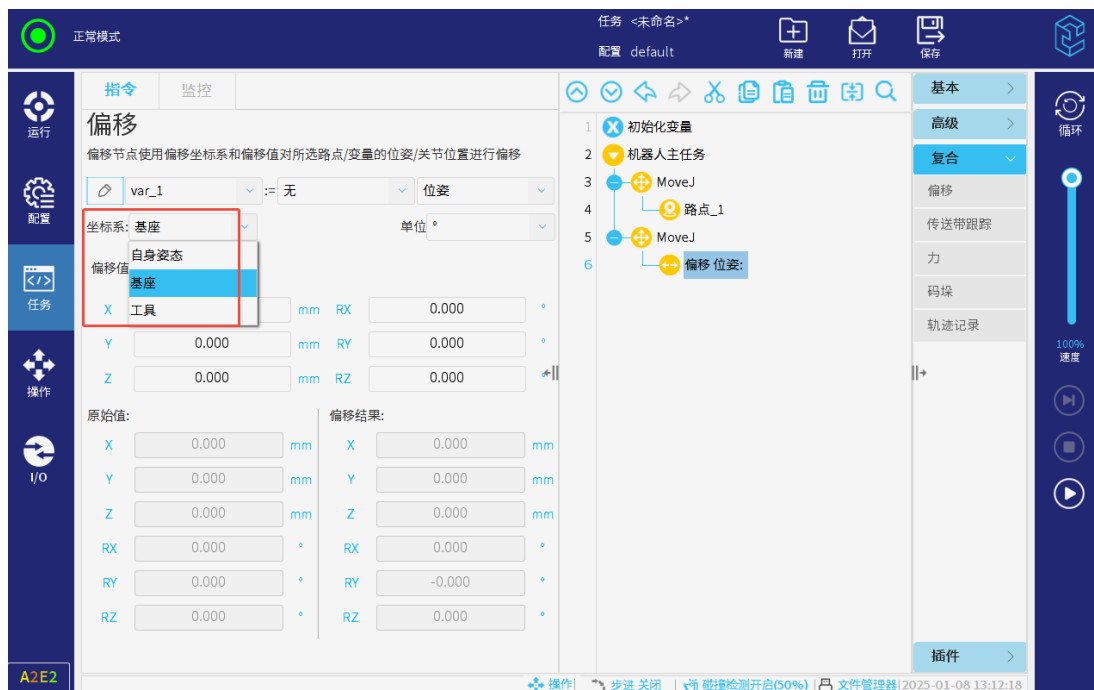

图 3-116: 指定位姿偏移的坐标系
- 位姿偏移模式下，可选择基座、工具或自身姿态坐标系，如图 3-116所示。